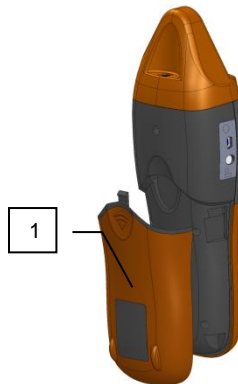

Fig. 16 Sostituzione della fonte di alimentazione.
- rimuovi il coperchio del vano pila 1 - Fig. 16,